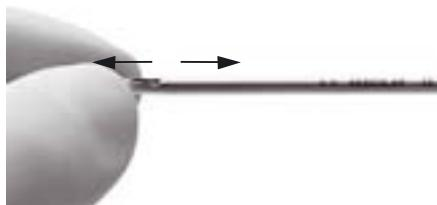

Fig. 3
- Démonter la tige 5, voir Fig. 3: